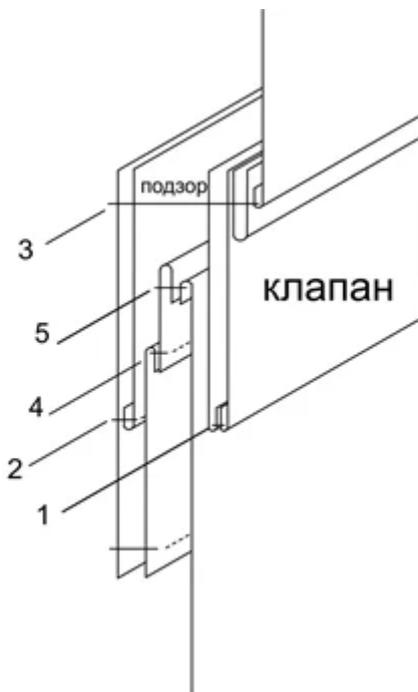

Рисунок 3
23. Разрезать вход в карман. Со стороны долеика, посередине между строчками, начиная от середины кармана в обе стороны, не доходя до боковых намеченных линий 1–1,5 см, рассекая на уголки, не доходя до ниток строчек 0,15 см (рис. 3).